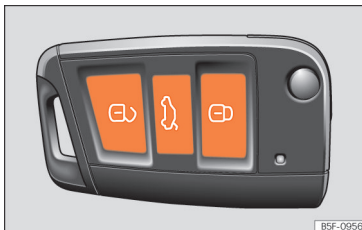

Fig. 81 Chave com comando à distância: botões.
- Trancar: pressione o botão » **Fig. 81.**